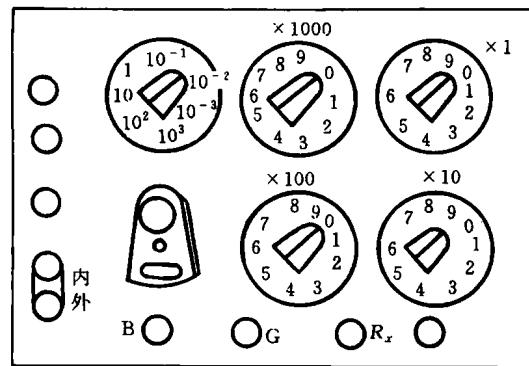

图 1-15 QJ-23 型直流单臂电桥面板
1. 直流单臂电桥 本节以图1-15所示的QJ-23型直流单臂电桥为例，介绍直流单臂电桥使用方法。